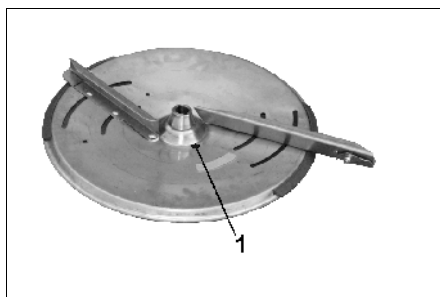

Fig. 52
- Spredeskiven skal drejes således at hullet $\varnothing 8$ mm (Fig. 52/1) vender ind imod midten af maskinen